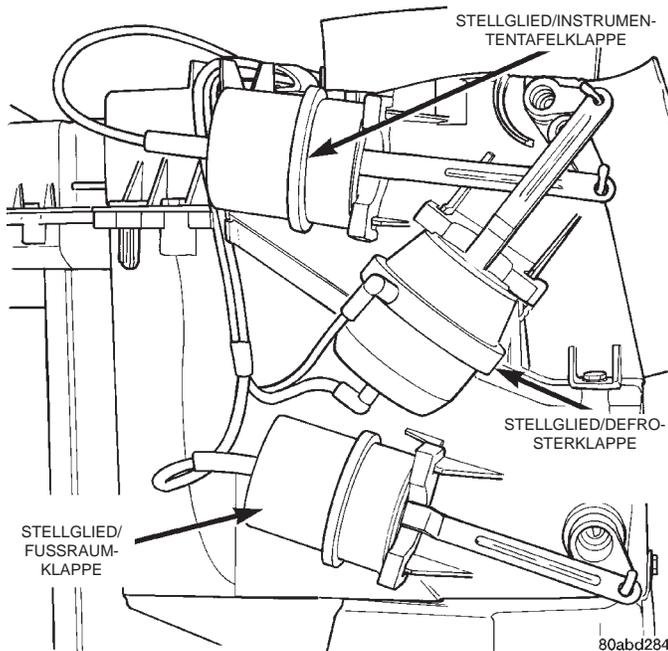

Abb. 45 Stellglieder der Defroster-, Fußraum- und Instrumententafelklappe
(3) Die beiden Unterdruckleitungen vom Stellglied der Defrosterklappe abbauen (Abb. 45).
(1) Batterie-Minuskabel (-) abklemmen und elektrisch isolieren.
(2) Knieschutzpolster von der Instrumententafel abbauen. Näheres hierzu siehe Kapitel 8E, "Instrumententafel und Anzeiginstrumente".
(3) Unterdruckleitung vom Stellglied der Fußraumklappe abbauen (Abb. 45).
(4) Einen Hartkunststoffstab oder ein ähnliches, geeignetes Werkzeug mit breiter, flacher Klinge vorsichtig in die Entriegelungsöffnung an der Stellgliedhalterung am Gehäuse der Heizungs-/Klimaanlage stecken, so daß die Stellgliedsicherung entriegelt
(1) Das Stellglied der Defrosterklappe wie in diesem Kapitel beschrieben ausbauen.
(2) Unterdruckleitung vom Stellglied der Instrumententafelklappe abbauen (Abb. 45).